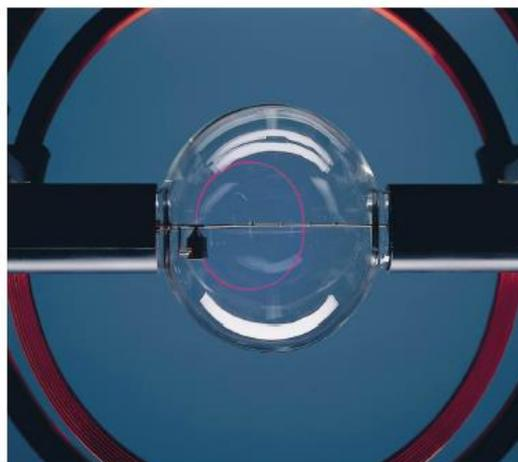

Figura 4: Trayectoria circular de las partículas.
5. Encender la fuente de alimentación de las bobinas de Helmholtz, y ajustar una corriente de 3 A (PRECAUCIÓN, SE DEBE APLICAR MÁXIMO 5 A), en este caso se debe observar la trayectoria circular, Figura 4.